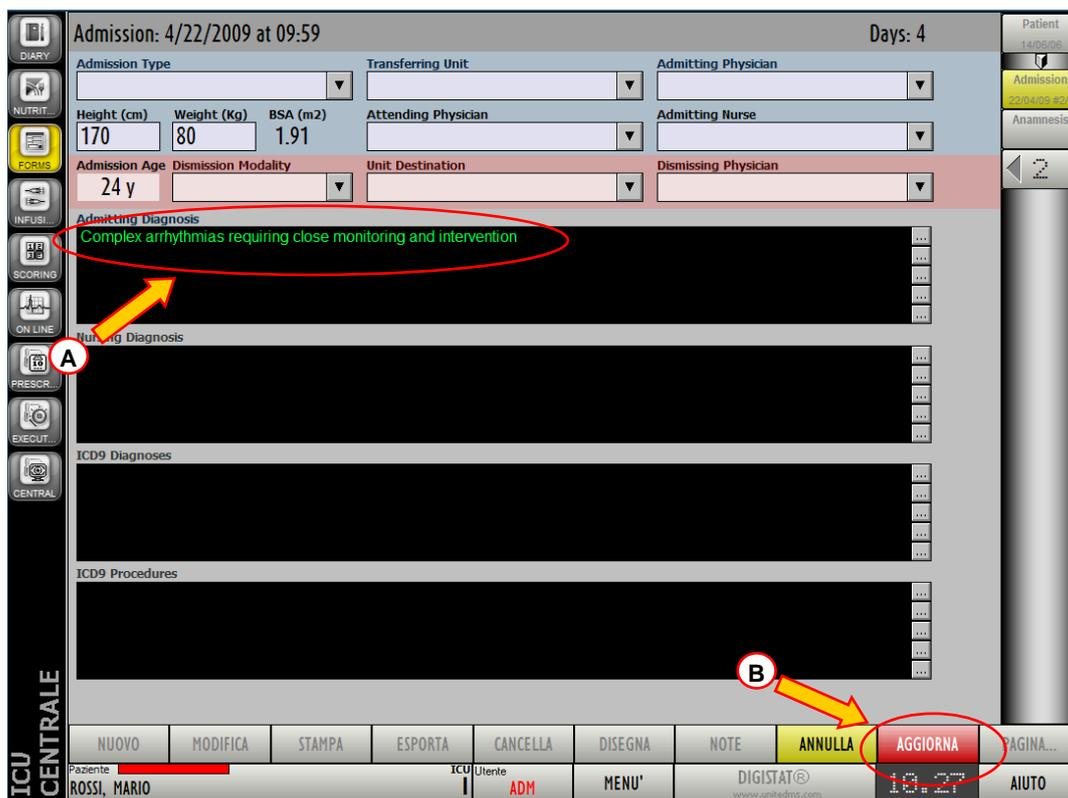

Fig 78
L'elemento sarà inserito nella scheda, all'interno del campo specifico (Fig 78 A).
4. Cliccare il pulsante **AGGIORNA** sulla barra comandi per salvare le modifiche effettuate alla schermata (Fig 78 B).